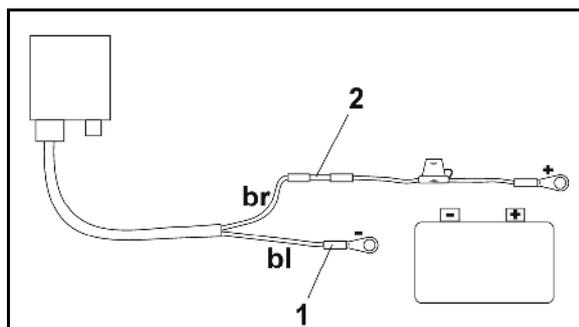

Fig. 17
5. Introduzir o fio azul (massa) na lingueta circular (Fig. 17/1).
7. Introduzir o fio castanho (+ 12 Volt) na extremidade livre do ligador de topo (Fig. 17/2).
9. Fazer a retração do ligador de topo (Fig. 17/2) com uma fonte de calor (isqueiro ou soprador de ar quente) até que saia cola.